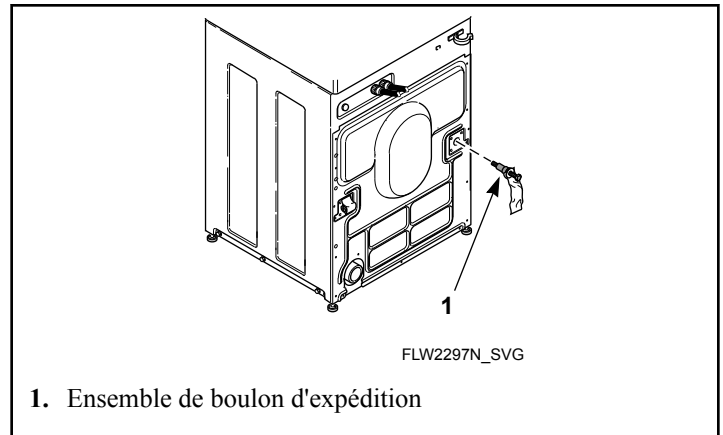

Figure 24
7. Insérer les boulons d'expédition et autres éléments d'ensemble dans chaque trou de boulon d'expédition. Se reporter au *Figure 24*.